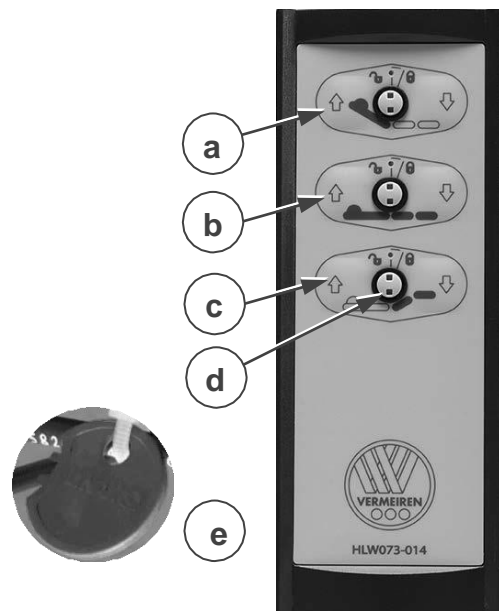

Abbildung 4 Bedienteil und Verriegelungsschlüssel
2. Stellen Sie die Höhe des Betts mit der Taste (b) am Bedienteil ein (siehe Figure 4).
3. Seitengitter (3) herunterklappen: ziehen Sie den schwarzen Kugelknopf (17) nach unten, um das Seitengitter zu entriegeln und herunterzuklappen.
5. Legen Sie sich ins Bett. Benutzen Sie die Aufrichtstange mit dem Trapezhandgriff (2), um die richtige Liegeposition einzunehmen.
6. Seitengitter (3) heraufklappen: ziehen Sie das Gitter nach oben, bis es einrastet.
1. Betätigen Sie die Taste (a) am Bedienteil, um das Kopfteil vollständig abzusenken (siehe Figure 4).
3. Benutzen Sie den Gurt (12), um die Beinauflage abzusenken (siehe Kapitel 3.5).
4. Seitengitter (3) herunterklappen: Ziehen Sie den schwarzen Kugelknopf (17) nach unten, um das Seitengitter zu entriegeln und herunterzuklappen.
5. Stellen Sie die Höhe des Betts mit der Taste (b) am Bedienteil ein (siehe Figure 4).
6. Richten Sie sich auf und schwenken Sie Ihre Beine aus dem Bett heraus. Benutzen Sie dabei die Aufrichtstange mit dem Trapezhandgriff (2) als Hilfe.